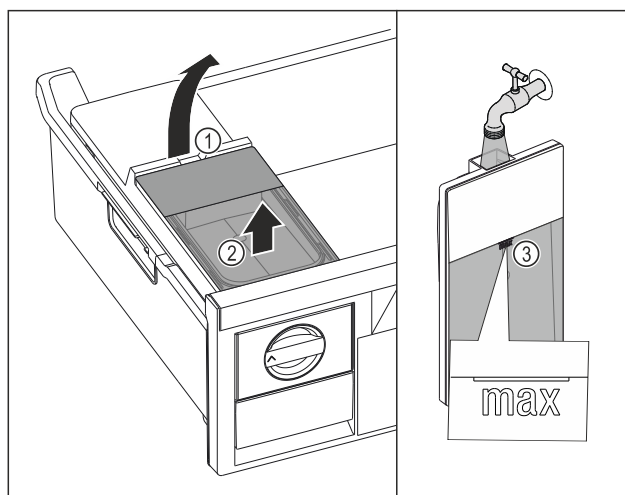

Fig. 152
- ▶ 从凹槽 Fig. 152 (1) 抬起水箱。
- ▶ 向上取出水箱。Fig. 152 (2)
- ▶ 向水箱注入饮用水，直至标记 Fig. 152 (3)。